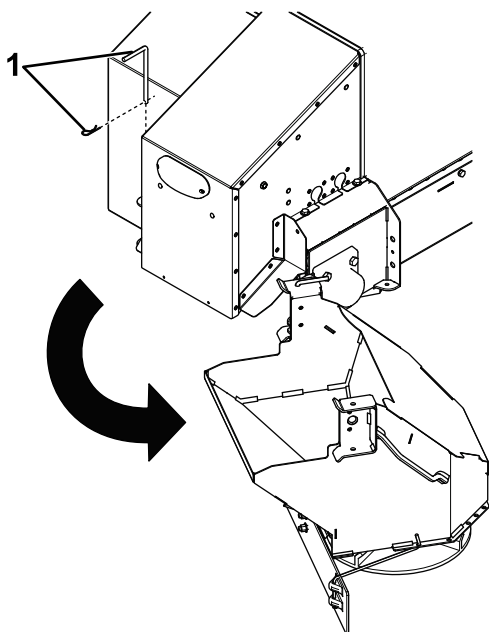

Bild 23
3. Entfernen Sie den linken Arretierbolzen und Splints vom Tellerstreuer (Bild 23).
4. Schwenken Sie den Tellerstreuer von der Füllkastenöffnung weg (Bild 23).